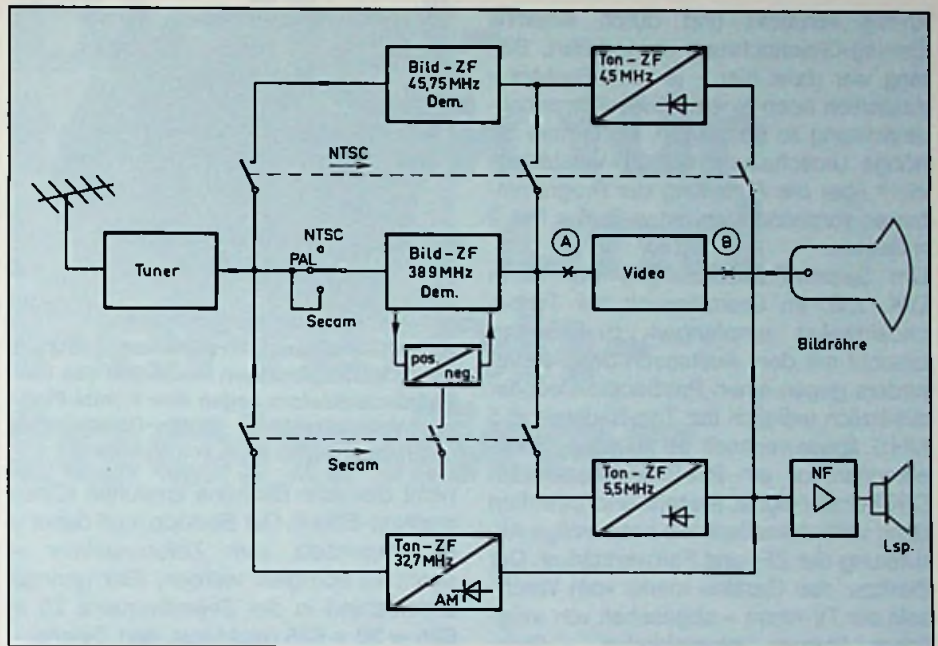

Bild 1: Video/Audio-Signalführung bei einem Mehrnormen-Farbfemseher
des Fernsehgerätes an diese TV-Normen erfolgen im Bild-/Ton-ZF- und Videoteil. So müßten beispielsweise in einem Dreinormen-Empfänger (Pal/Secam/NTSC) die in Bild 1 gezeigten Funktionsbereiche vorhanden und entweder automatisch oder manuell umschaltbar sein.
TBA 120 schaltungstechnisch relativ einfach durchzuführen, im Prinzip allein schon durch Verstimmung der LC-Kreise. Wie man im Videobereich eines Pal/Secam/NTSC-Empfängers die Baugruppen schaltungstechnisch aufgliedert, zeigt das Blockschaltbild in Bild 4, das den in Bild 1 zwischen den Punkten A und B liegenden Funktionsbereich umfaßt. Die ausschließlich bei Empfang von Pal-Sendungen funktionsfähige Decoder-Platine (Bild 2, links) wird bei der Umrüstung zum Drei-Normen-Empfänger durch die Transcoder-Platine ersetzt (Bild 2, rechts). Die grundsätzliche Aufgabe eines derartigen Transcoders ist: Trennung von Leuchtdichte- (Y) Signal und Farbart-Komponente des zugeführten FBAS-Signals und Umwandlung des Secam-Farbartsignals in die Pal-Codierung, sowie – bei identifiziertem NTSC-Signal – Stop des Pal-Schalters.
Bild 4: Aufgliederung des im Blockschaltbild von Bild 1 zwischen den Anschlußpunkten A u. B gezeigten Video-Bausteins für 3-Normen-Transcoder mit automatischer Identifikation